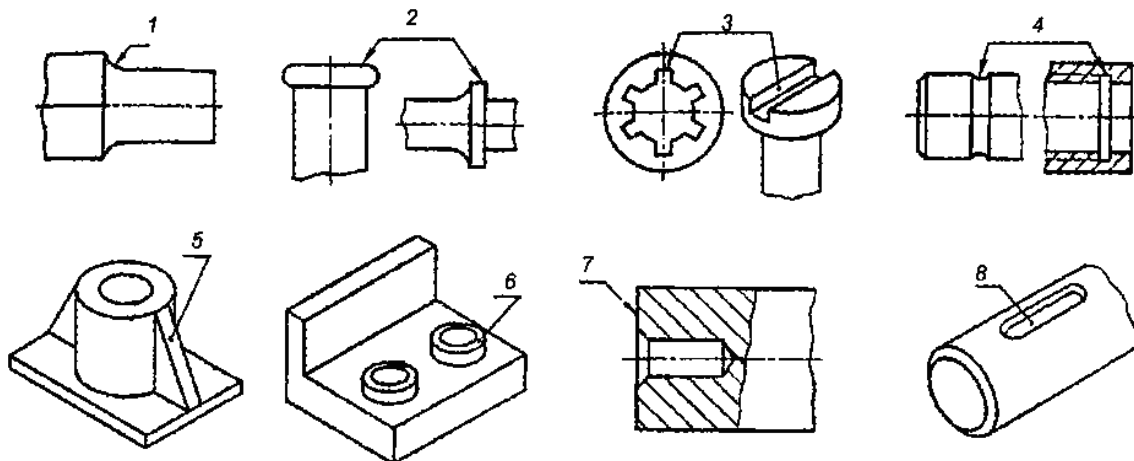

Рис. 1. Распространенным элементам детали
**Элементом детали** называется часть детали, имеющая определенное назначение. К наиболее распространенным элементам детали относятся (рис. 1):